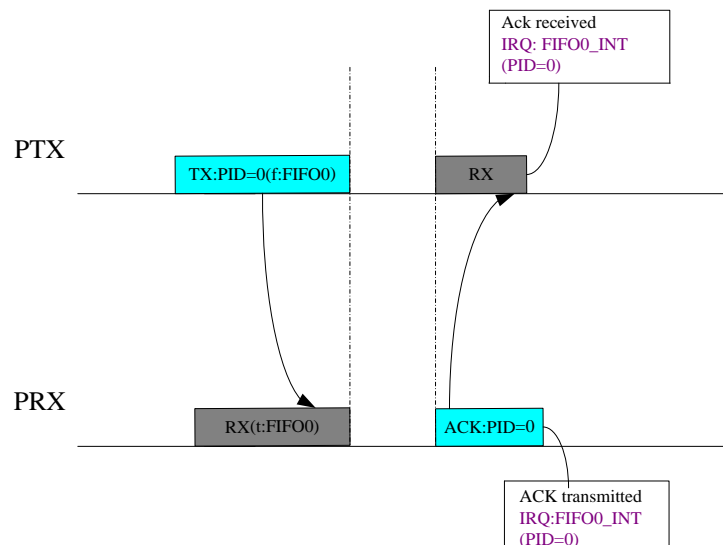

图 10-7 ACK 使能正常通讯中断示意图
- ◆ 当 PTX 与 PRX 同时使能当前通信 PIPE 的 ACK 功能后（Pn\_EN = ‘1’并且 Pn\_ACKEN = ‘1’）。PRX 在正确接收一帧数据后由 RX 模式自动切换为 TX 模式发送 ACK 帧，并在完成 ACK 帧发送后置起 FIFO0\_INT（0x11）中断标志位（详见图 10-7）。PTX 在一帧数据发送完成后由 TX 模式自动切换为 RX 模式等待接收 ACK 帧，并在成功接收到 ACK 帧后置起 FIFO0\_INT 中断标志位（详见图 10-7）。
ACK 使能情况下( $P_n\_ACKEN=1$ ), PTX 在成功接收 ACK 后, 中断标志位 FIFO0\_INT 将置'1'。若 PRX 成功接收数据包(PHR 与 PSDU 正确), 在回复 ACK 后中断标志位 FIFO0\_INT 将置'1', 如图 10-7 所示。